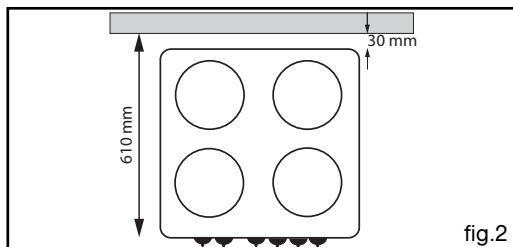

fig.2
### • Grille sécurité anti-basculement fig.2
**610 mm** (voir fig. 2, vue de dessus).
- Desserrez les vis du serre-câble (fig.2).
- Introduisez le câble d'alimentation par le côté du capot et dans le serre-câble situé à droite du bornier. (Reportez-vous au tableau de la page précédente pour le choix de la section du câble) (fig.2).
### • **SYSTEME D'AIDE D'OUVERTURE DU TIROIR - (fig.2)**